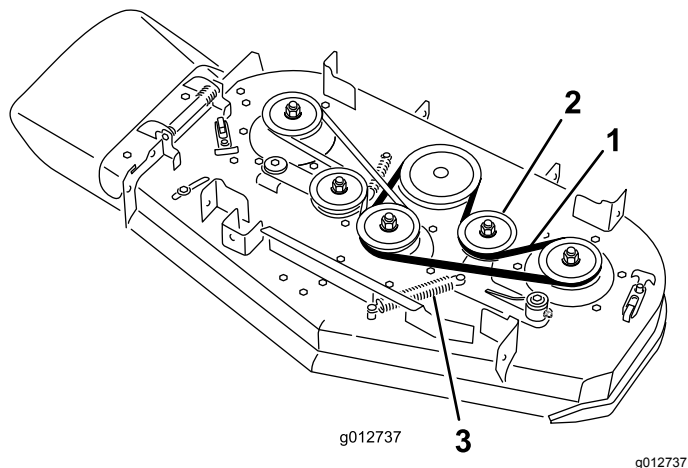

Figura 65
- A. Retire a mola do perno do fixador no braço intermédio (Figura 65).
- B. Retire a correia do cortador gasta (Figura 65).
- C. Instale uma nova correia do cortador em torno das polias da embraiagem, da polia da plataforma e da polia intermédia (Figura 65).